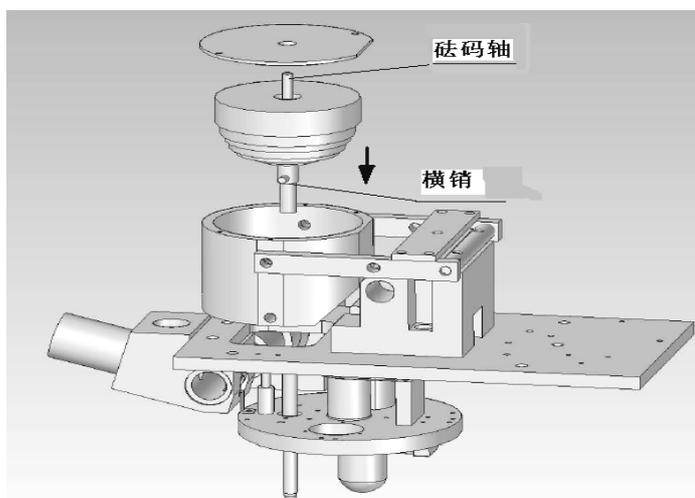

图 3.3 砝码轴与砝码的安放
6. 抓住砝码轴顶部, 将其放入砝码外壳内, 并转动砝码轴, 使其横销置于 V 型槽内 (图 3.3)。将端盖上的孔对准砝码轴, 使其台阶装砝码外壳里面并能转动。